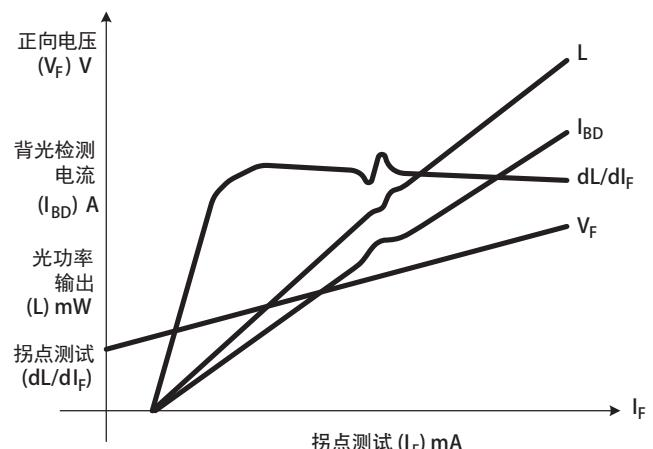

图5. 典型的LIV曲线组
此测试检验了驱动电流 (I_F) 与光输出 (L) 之间的比例关系，如图5所示。在正常工作范围附近，驱动电流 (I_F) 与光输出功率 (L) 应为线性关系。如果此关系在测试范围内确为线性的，那么此曲线的一阶导数将近似为水平线。这在曲线图上表示为 dL/dI_F 。一阶导数将倾向于放大光/电流 ($L-I$) 曲线上的突起或拐点。如果此曲线上有任何明显的“拐点”或换句话说曲线不光滑，那么此激光器就被认为是次品。如果工作在对应于“拐点”的 I_F 值上，那么光输出将不成比例。 L 与 I_F 曲线的二阶导数最大值能用于计算阈值电流，即为LD开始发射“激光”或输出明显光亮的驱动电流值。